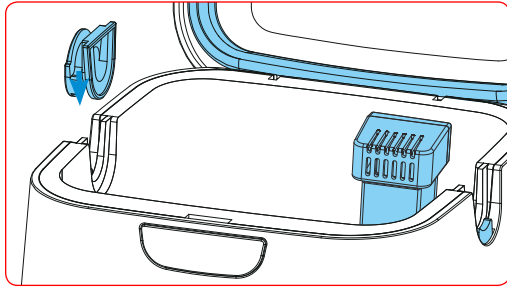

Figure 6. Einstecken des abnehmbaren Schlauchausparungssteckers
2. Stecken Sie den abnehmbaren Schlauchausparungsstecker in eine der offenen Aussparungen (Abbildung 6).
Richten Sie den abnehmbaren Schlauchausparungsstecker so aus, wie in Abbildung 6 dargestellt. Die runde Seite des abnehmbaren Schlauchausparungssteckers befindet sich an der Außenseite des SoClean 2-Geräts.